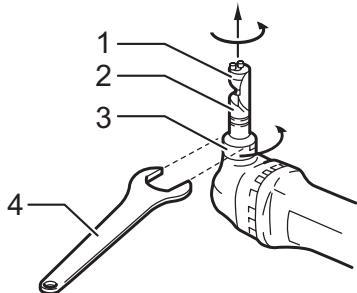

Fig.1
► Fig.1: 1. Die 2. Die holder 3. Lock nut 4. Wrench